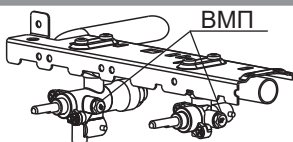

рис. 18
20.2. Проведение замены винтов малого пламени (ВМП) (рис. 18, 19):